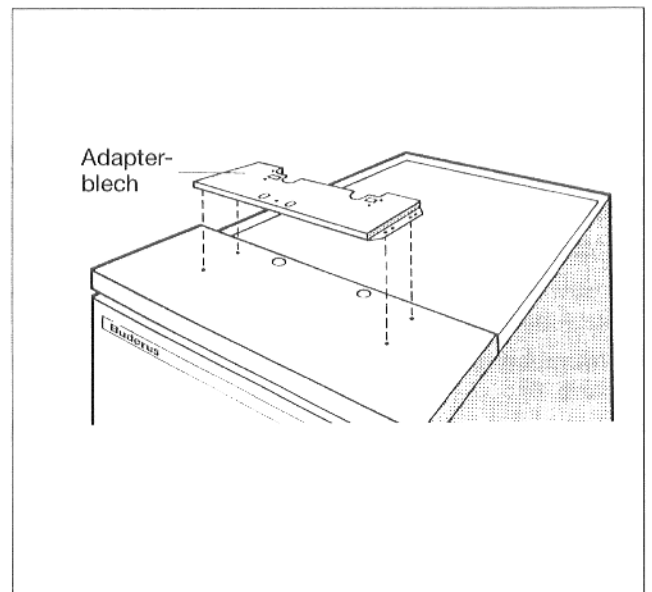

Abb. 9 – Prinzipabbildung
- Adapterblech auf die vordere Kesselhaube auflegen und mit 4 Blechschrauben anschrauben (Abb. 9).